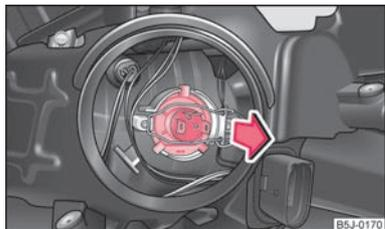

Abb. 153 Ausbau der Glühlampe für Abblend- und Fernlicht
- Ziehen Sie den Stecker von der Lampe ab, entriegeln den Federdrahtbügel und ziehen die Lampe nach hinten heraus ⇒ Abb. 153.